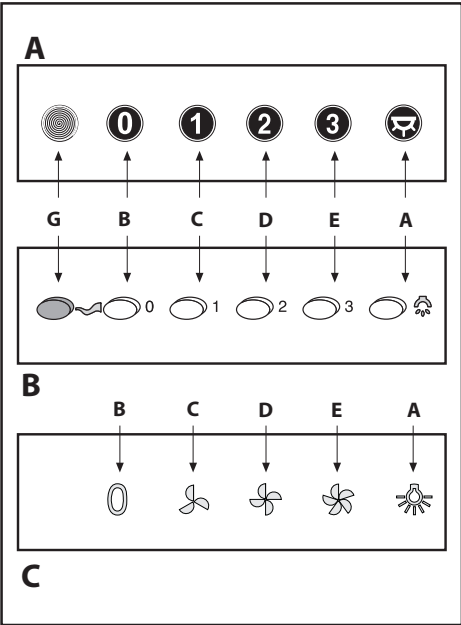

Fig.9
• **Органы управления:** (рис. 9А-С) Механические_(рис. 9В) овальные.